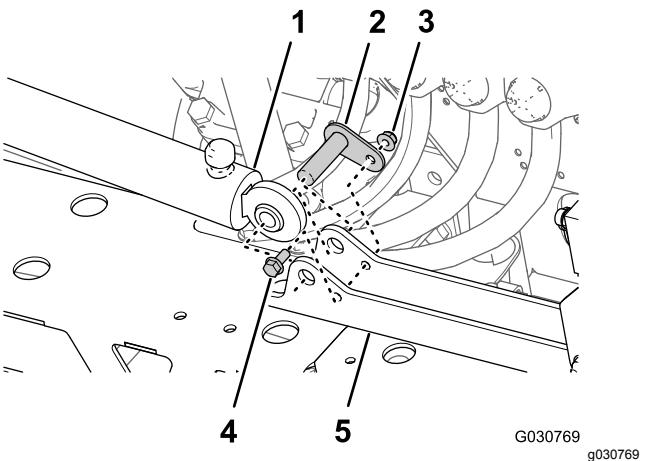

Bild 128
- Fluchten Sie das starre Ende der Hubzylinder, das Sie in Schritt 4 in Entfernen der Hubzylinder \(Seite 37\) entfernt haben, mit dem 16 mm großen Loch in der Zylinderbefestigung aus (Bild 128).
- Befestigen Sie den Zylinder mit dem Lagerbolzen, der Bundkopschraube und Bundmutter an der Zylinderbefestigung (Bild 128).